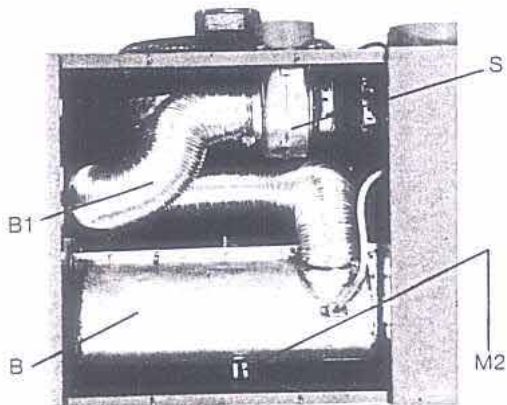

fig. 2 - Vista superiore generatore
- b) I prodotti della combustione, passano attraverso gli scambiatori di calore (C), che sono investiti esternamente dal flusso d'aria prodotta dal ventilatore (L) che dà luogo all'immissione della stessa in ambiente.
- c) La direzione del flusso d'aria è regolabile mediante le alette mobili della griglia (F)
- d) Il ventilatore parte solo quando riceve il consenso dal termostato di comando ventilazione (M2) - vedi fig. 2 - cioè a scambiatori caldi, in modo da evitare l'immissione di aria fredda nell'ambiente.
- f) Il collettore fumi (B) è collegato a mezzo tubo flessibile in alluminio (B1) ad un aspiratore meccanico (S) che provvede alla espulsione forzata dei prodotti della combustione (vedi fig. 2).